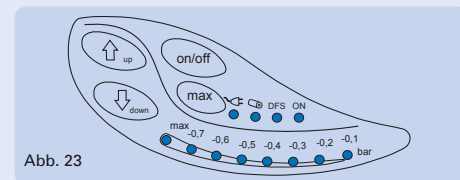

Abb. 23
b) digitale Sekretsauger M20D und M30D (siehe Abb. 23)